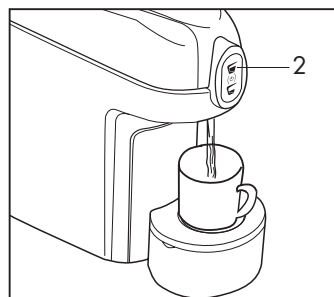

Fig.5
- I simboli (2-3) lampeggeranno ad intermittenza, fino al raggiungimento della temperatura; quando i simboli (2-3) si illuminano in modo fisso, la macchina è pronta per l'uso. Posare una tazza sulla griglia quindi premere i simboli di erogazione (2-3) a seconda del modello, la macchina eroga acqua (**Fig. 5**); premere nuovamente il simbolo quando si è raggiunta la quantità d'acqua desiderata. L'operazione di risciacquo è conclusa quando almeno tre tazze d'acqua sono state erogate.